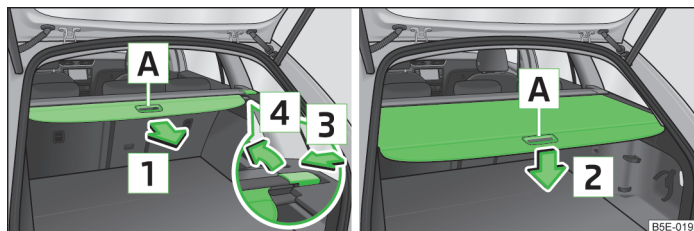

Abb. 86 Aufrollbare Gepäckraumabdeckung herausziehen und herausnehmen / aufrollbare Gepäckraumabdeckung aufrollen
- Die Abdeckung am Griff [A] » Abb. 86 fassen und in Pfeilrichtung [1] bis zum Anschlag herausziehen, bis diese hörbar einrastet.
- Die Abdeckung im Griffbereich [A] » Abb. 86 in Pfeilrichtung [2] drücken.
- Auf der Seite der Querstange in Pfeilrichtung [3] » Abb. 86 drücken und die Abdeckung mit einer Bewegung in Pfeilrichtung [4] herausnehmen.